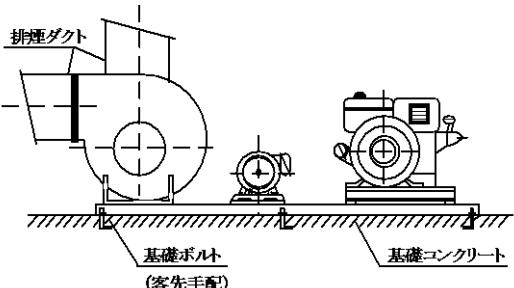

図 2 床設置（例）
(1) 床設置
- ① 十分な強度をもつコンクリート基礎に基礎ボルト（客先手配）をしっかりと埋め込み、共通ベッドを水平に固定してください。（図2）
- ② 共通ベッドの下にはモルタルを流し、基礎と密着するように施工してください。
(2) 排煙ファンの取付ボルトの増締め
- ① 共通ベッド上に取付けられた排煙ファン、エンジン、モータ各部のボルト・ナット類の増締めを行ってください。
- ② 基礎に埋込まれた基礎ボルトを増締めし、共通ベッドが堅固に固定されていることを確かめてください。
- ③ 排煙ファンの吸込、吐出ダクトの接続状態を確認してください。